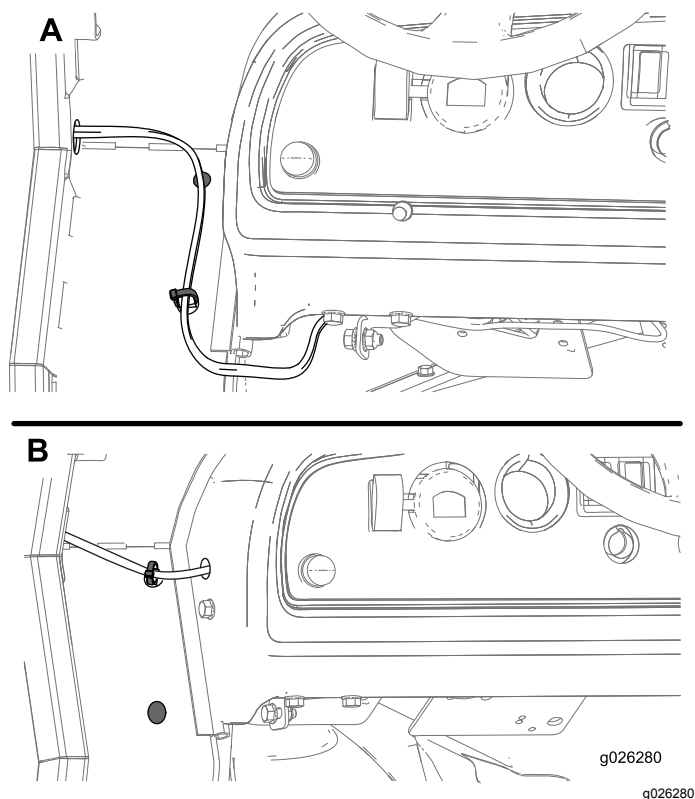

Рисунок 12
- Проложите жгут проводки под панелью управления (вид А на Рисунок 12). Вставьте зажим в нижнее отверстие боковой панели и заглушите верхнее отверстие.
- Просверлите отверстие в пульте, установите зажим в верхнее отверстие боковой панели и заглушку в нижнее отверстие (вид В на Рисунок 12).